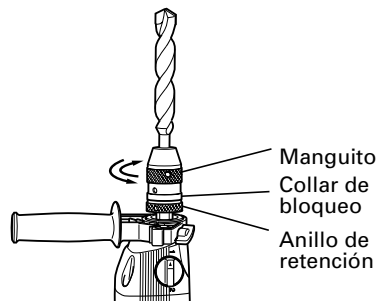

Fig. 3
**Para portabrocas sin llave** (Fig. 3, 4)**(1) Montaje de la broca**